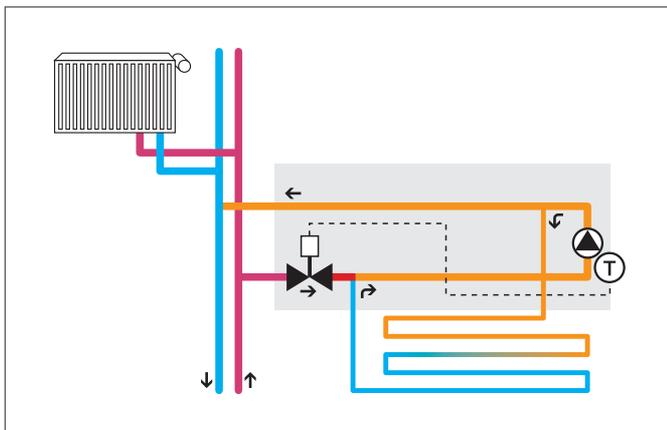

Fig. 7-4 Schema dell'impianto
1. Eseguire il montaggio in base allo schema dell'impianto (si veda la Fig. 7-4).